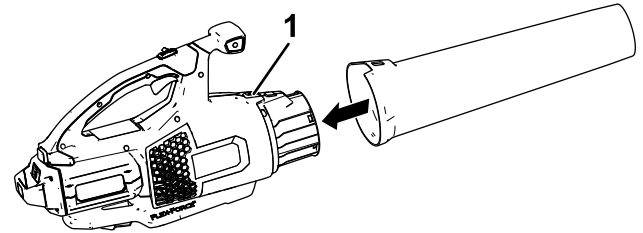

Figura 2
Deslice el tubo del soplador sobre la carcasa del soplador. Puede ser necesario presionar hacia abajo sobre el cierre del tubo para que el tubo del soplador encaje en su sitio (Figura 2).
3. Sujete la empuñadura e introduzca la batería en la empuñadura hasta que el cierre se bloquee en su sitio (Figura 2).